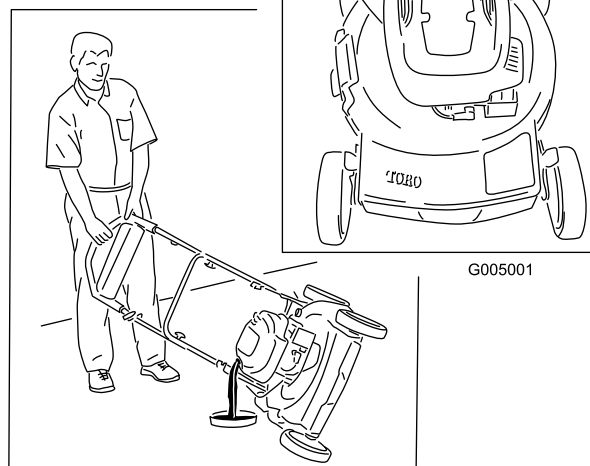

Figura 22
3. Coloque el cortacésped de lado con el filtro de aire hacia arriba para drenar el aceite usado a través del tubo de llenado de aceite (Figura 22).